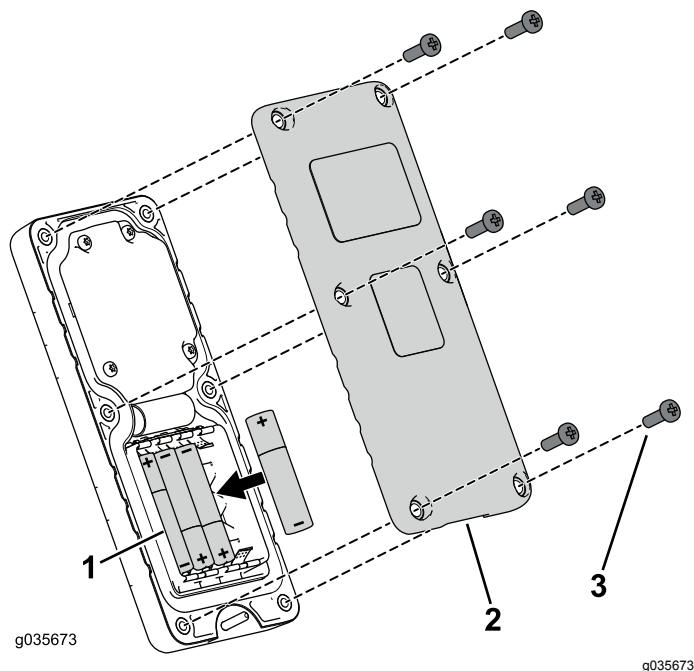

Figure 32
1. Retirez les 6 vis au dos de la télécommande et déposez le couvercle (Figure 32).
5. Remettez le couvercle en place et fixez-le avec les 6 vis retirées précédemment (Figure 32) serrées à un couple de 1,5 à 1,7 N·m.